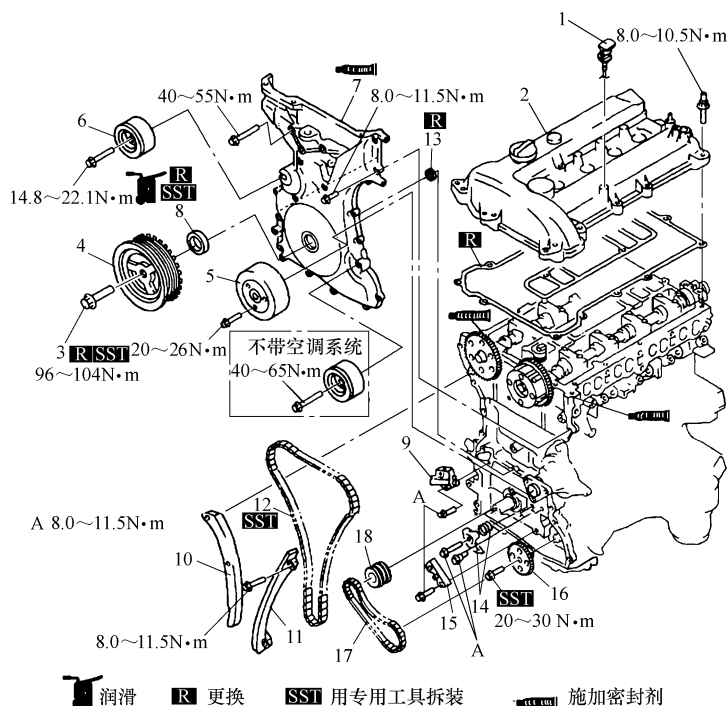

图 25-1 MX-5 轿车 2.0L 发动机正时链条部件识别
MX-5 轿车 2.0L 发动机正时链条部件识别见图 25-1。
13) 按照图 25-1 中的部件编号顺序拆卸正时链条的各个部件。